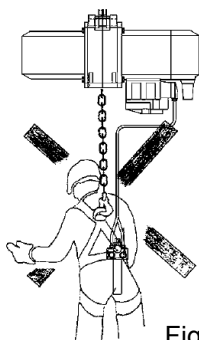

Fig. 4
- Ne pas utiliser le palan pour transporter des personnes (Fig. 4).